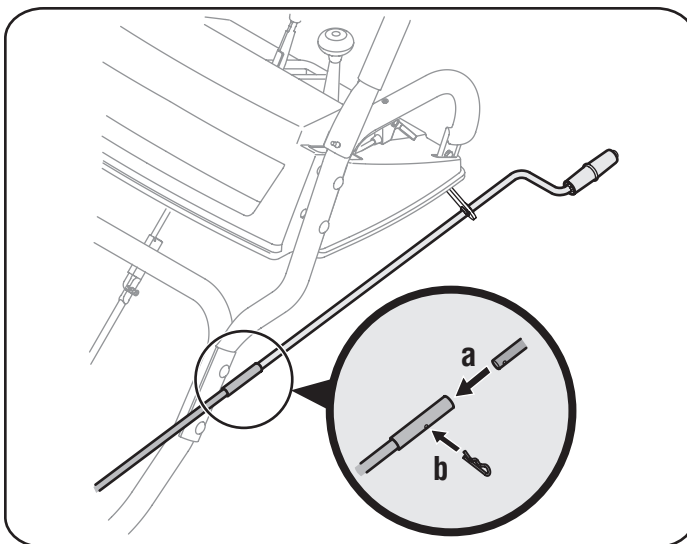

Figura 3
4. a. Retire el pasador de chaveta interno de la manivela del canal superior. Deslice la manivela del canal superior en el manguito de la manivela del canal inferior. Vea la Figura 3.
- b. Alinee el orificio en la manivela del canal superior con el orificio del manguito (si es necesario, use un par de pinzas para ayudar a alinear los orificios). Inserte el pasador de chaveta interno a través de los orificios para sujetar la manivela del canal. Vea la Figura 3.